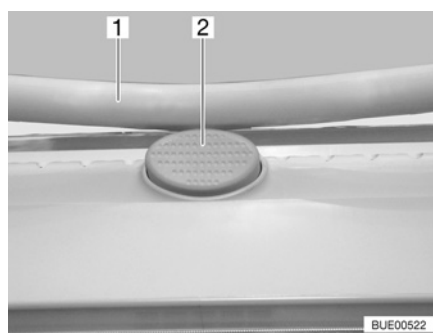

Bild 36 Sicherungsknopf an der Heki-Dachhaube
- Den Sicherungsknopf (Bild 36,2) drücken und den Bügel (Bild 36,1) mit beiden Händen nach unten ziehen.
- Den Bügel mit beiden Händen nach oben drücken, bis der Bügel oberhalb des Sicherungsknopfes (Bild 36,2) liegt.